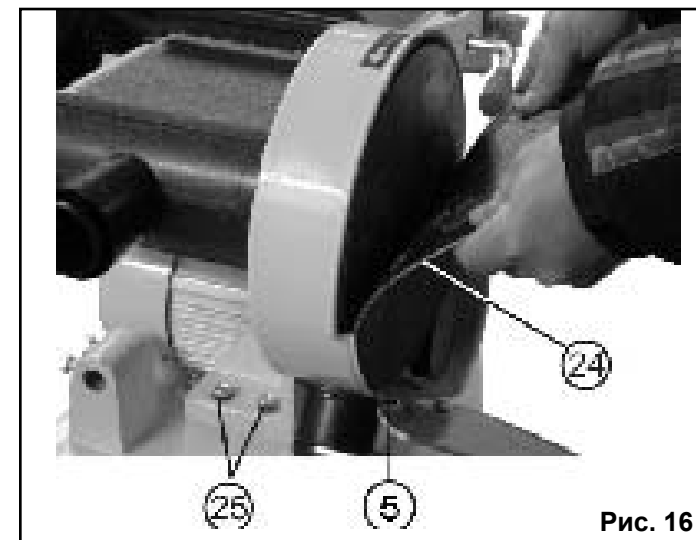

Рис. 16
12.3.4. Ослабьте четыре болта крепления (25) двигателя к станине, Рис.16.
12.3.5. Снимите диск (5), Рис.16.
12.3.7. Установите диск (5) и затяните болт (49) крепления диска (52), Рис.17, отрегулируйте натяжение нового ремня (53), Рис.17, и затяните болты крепления двигателя к станине (25), Рис.16.